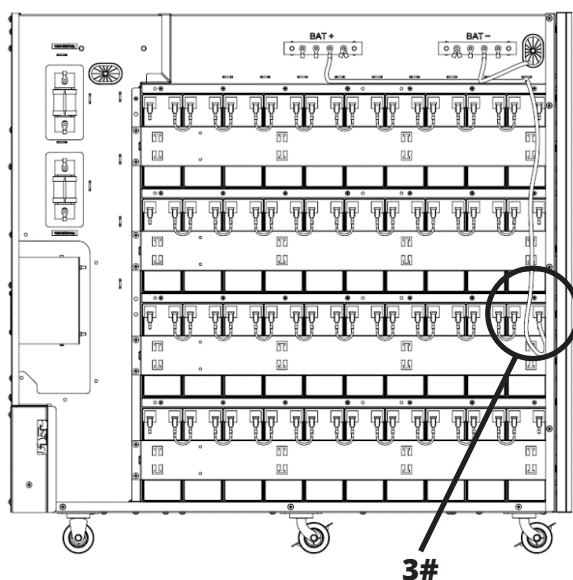

Figure 5-18A
25. Connecter la batterie 1+ du groupe 2 à la barre du bus de la batterie + (BAT +) (Figure 5-18A).